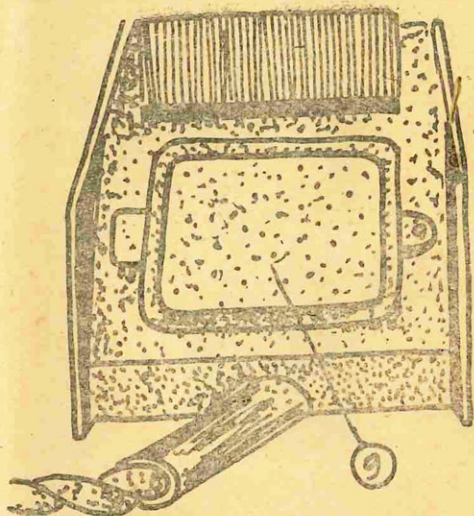
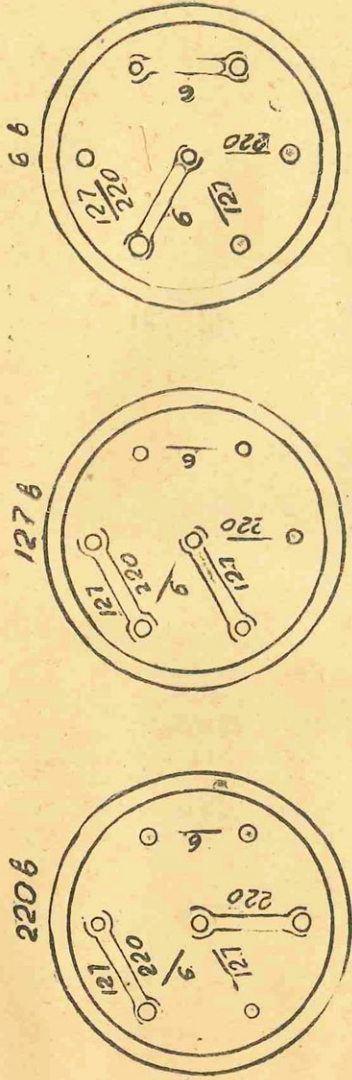

Рис. 6
Рис. 7.
4. Основание аппарата (5), в котором вмонтирован понижающий трансформатор с переключением напряжения 220, 127 и 6 вольт.
Снизу аппарат закрывается дном с четырьмя пуклеванными лапками. Переключение напряжения осуществляется перемычками, вставляемыми в гнезда, находящиеся под крышкой (9) (рис. 6), согласно схеме, изображенной на рис. 7.
3. В зависимости от наличия источника питания установить на щитке (9) (рис. 6) переключатель (перемычку) на соответствующее напряжение (220, 127 или 6 вольт) согласно схеме (рис. 7). Для этого надо снять крышку (9) (рис. 6), отвернуть винт, прижимающий справа лапку крышки. При перестановке перемычек фильмоскоп должен быть отключен от сети.
Во избежание порчи трансформатора и перегорания лампочки в случае изменения напряжения питания необходимо снять крышку и переставить перемычки на колодке, согласно измененного напряжения источника питания (см. рис. 7).